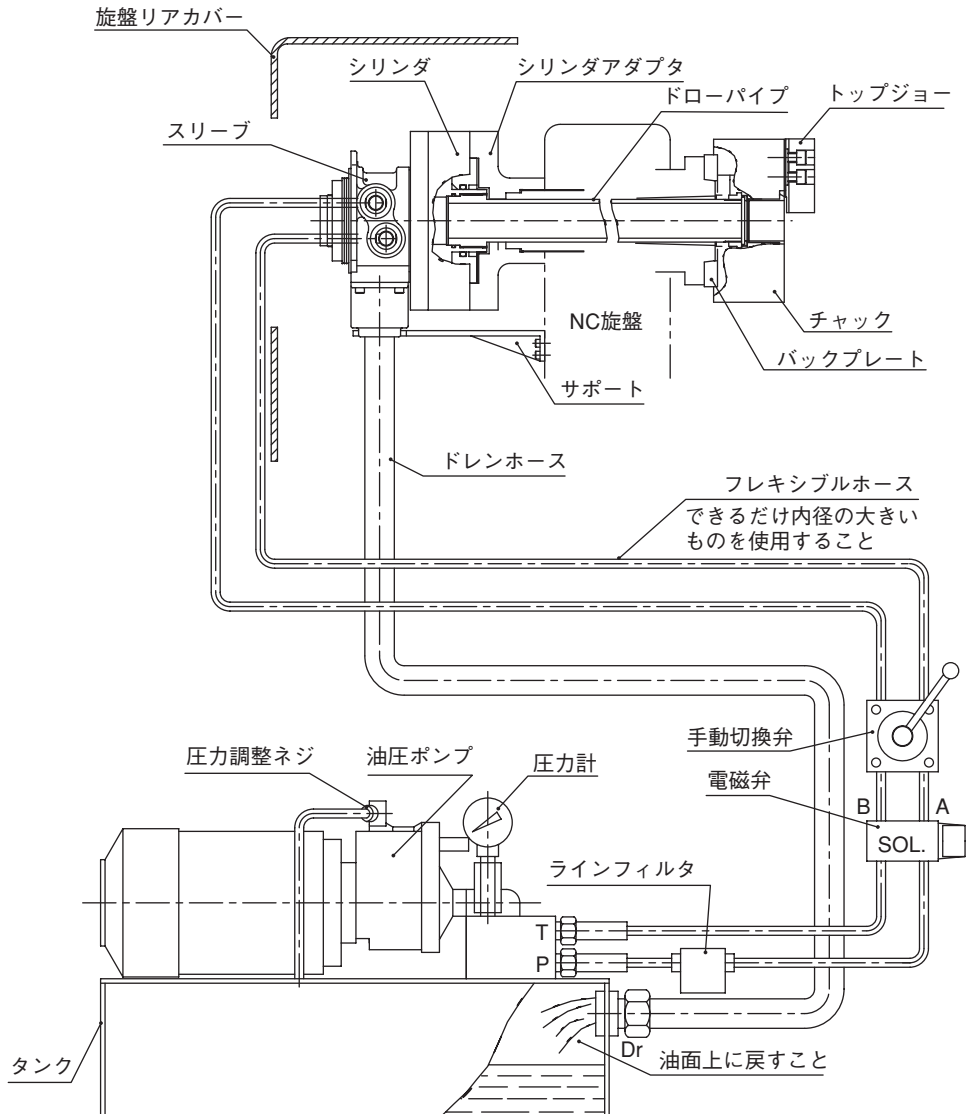

図 7
- ・ドレンは必ず油圧ユニットの油面上に戻すこと。(図7参照)